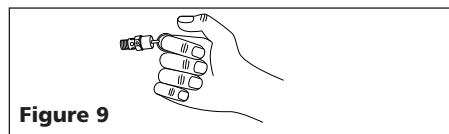

Figure 9
1. Tirer sur l'anneau de la soupape de sûreté et la laisser revenir à sa position normale (Voir Figure 9). Cette soupape relâche l'air automatiquement lorsque la pression du réservoir dépasse le maximum réglé d'avance.